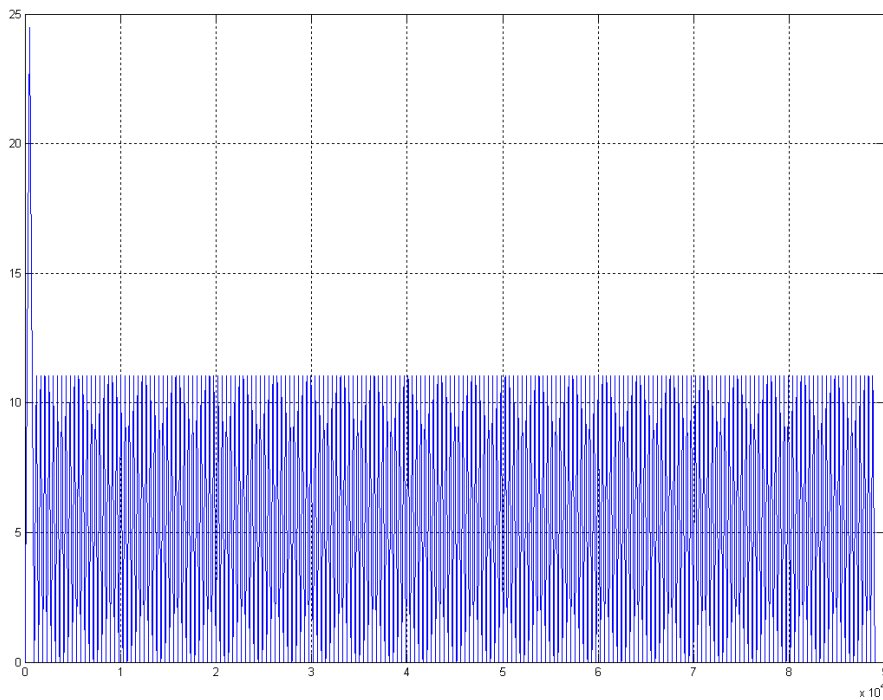
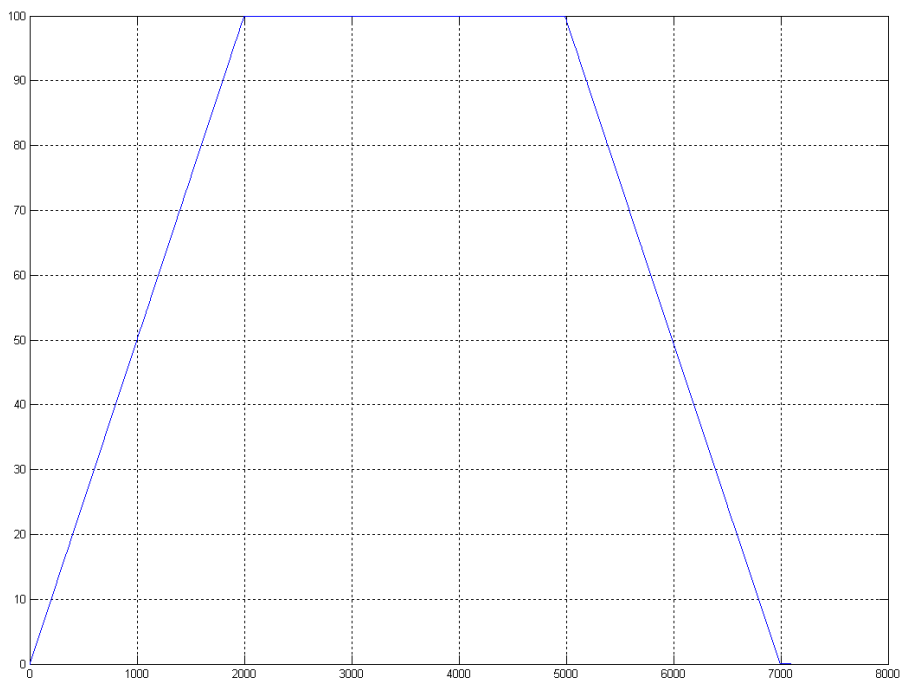

图 7-23 没有进行前瞻预处理的合成速度曲线
图 7-24 进行了前瞻预处理后的合成速度曲线
- 没有前瞻预处理和经过前瞻预处理的区别如图 7-23 和图 7-24 所示。